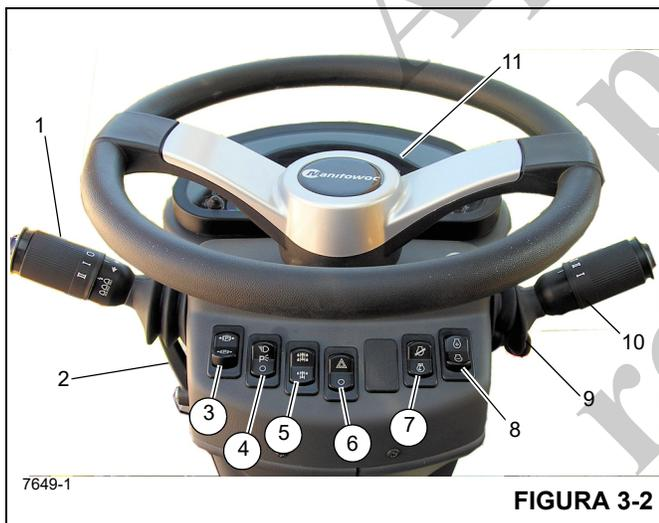

FIGURA 3-2
Todos os controles e indicadores para operar e monitorar as funções do guindaste encontram-se na cabine do guindaste (Figura 3-2), incluindo o seguinte:
A alavanca da sinaleira direcional e controles do limpador/lavador do para-brisa (1) (Figura 3-2) localizam-se no lado esquerdo da coluna de direção. Empurrar a alavanca da sinaleira direcional para baixo faz com a sinaleira direcional esquerda dianteira e a esquerda traseira pisquem. Empurrar a alavanca da sinaleira direcional para cima faz com a sinaleira direcional traseira direita e a dianteira direita pisquem.
A coluna de controle de direção pode ser girada aproximadamente 30° para frente e erguida cerca de 60 mm (2.5 pol.). Mova a alavanca de controle (2) (Figura 3-2) para baixo para travar a coluna de direção no lugar; girar a alavanca para cima libera a coluna de direção para os ajustes necessários.
A chave de controle do freio de estacionamento (3) (Figura 3-2) localiza-se na frente da coluna de direção. Esta chave de duas posições (Liga/Desliga) é usada para acionar e liberar o freio de estacionamento no conjunto motor-transmissão. A luz indicadora do freio de estacionamento na coluna de direção acende quando a chave de pressão no sistema de liberação do freio for ativada e o freio for aplicado.
O conjunto da coluna de direção na Figura 3-2 é uma coluna de direção de pedestal inclinável e telescópica. Ela pode ser inclinada 30° para frente ou erguida verticalmente cerca de 60 mm (2.5 pol.) Inclui também a chave de ignição e o mostrador de indicadores do barramento CAN (11) (Figura 3-2).
Números dos itens da Figura 3-2
A chave dos faróis (4) (Figura 3-2) localiza-se na frente da coluna de direção. Esta chave de três posições (Desliga/Estacionamento/Farol) controla a operação das luzes dos instrumentos, dos LEDs das chaves e das luzes do marcador na dianteira, traseira e na lateral do guindaste. Quando a chave estiver na posição Ligada, as luzes da coluna da direção e da chave acendem.
A chave seletora do eixo de tração (5) (Figura 3-2) localiza-se na frente da coluna de direção. Esta chave de duas posições é identificada como tração nas duas rodas (faixa alta) e tração nas quatro rodas (faixa baixa). A chave controla uma válvula solenoide (energizada pela tração em duas rodas) que opera a faixa de velocidade e os cilindros de desconexão do eixo da transmissão. Quando a chave é colocada na posição de tração nas quatro rodas, a luz indicadora do eixo de tração na coluna de direção acende.
A chave seletora das luzes de perigo (6) (Figura 3-2) localiza-se na frente da coluna de direção. A chave tem duas posições (ON/OFF) que fazem com que as quatro luzes da sinaleira direcional pisquem ao mesmo tempo quando a chave é posicionado em ON. Quando a chave estiver na posição Ligada, as luzes indicadoras da sinaleira direcional na coluna de direção piscam.
A chave Test Mode (modo de teste) (7) (Figura 3-2) é usada na manutenção do sistema de controle eletrônico do motor. Ela é uma chave de duas posições (liga/desliga) usada para ativar o modo de diagnóstico (códigos de falha). A chave de ignição deve estar LIGADA mas o motor não deve estar em funcionamento. Quando a chave de modo de teste é LIGADA e usada em conjunto com a chave de modo de marcha lenta/diagnóstico, é obtido acesso para rolar para cima ou para baixo os códigos de falha.
A chave de modo de marcha lenta/diagnóstico (8) (Figura 3-2) é uma chave momentânea de três posições (+/-) que fornece entradas para o controle de marcha lenta que aumentam ou diminuem a marcha lenta do motor (quando a chave de modo de teste está na posição OFF (desligada)) ou rolam para cima ou para baixo nos códigos de falha do modo de diagnóstico quando a chave de modo de teste está na posição ON (ligada) sem que o motor esteja em funcionamento.
A alavanca de câmbio (10) (Figura 3-2) localiza-se no lado direito da coluna de direção. A alavanca de controle aciona a válvula seletora da transmissão eletricamente. Posicionar a alavanca para cima aciona o avanço e posicionar a alavanca para baixo aciona a ré. Quando a alavanca está em neutro, ela permanece em um recorte. Para movimentar a alavanca para cima ou para baixo, puxe primeiro a alavanca para trás. Para mudar a transmissão para primeira, segunda ou terceira marcha, gire o botão para 1, 2 ou 3.